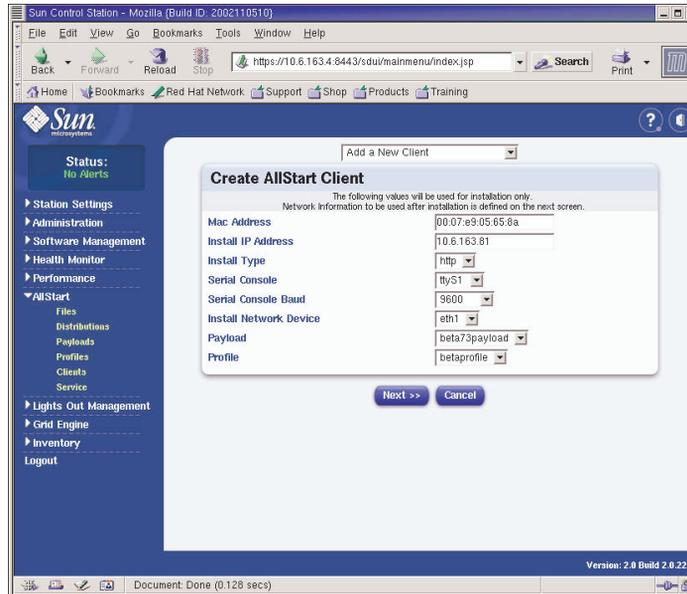

FIGURE 2-18 Fenêtre Create AllStart Client
3. Dans la fenêtre Create AllStart Client, créez le client en définissant les informations du nœud sur lequel vous voulez charger la charge utile (voir l'exemple de la FIGURE 2-18). Vérifiez que les options requises suivantes sont sélectionnées :